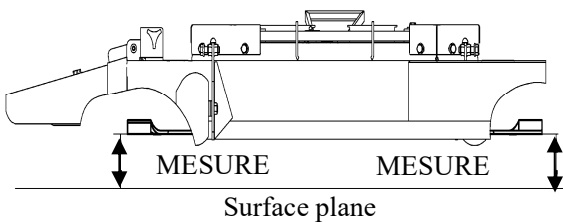
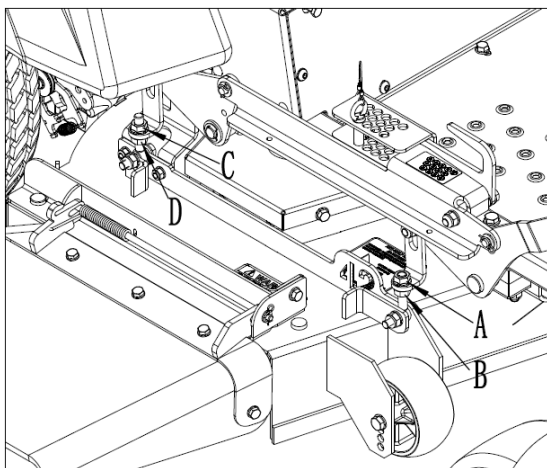

Fig. 17
Fig. 18
- Positionnez la lame gauche d'un côté à l'autre et mesurez de l'extrémité extérieure de la lame à la surface plane (reportez-vous à la Fig. 17).
- Placez l'écrou de réglage de niveau (A) et
l'écrou (B) sur le support de plateau de coupe avant droit (reportez-vous à la Fig. 18).
- Desserrez légèrement l'écrou (B) sur le support du plateau de coupe.
- Ajustez le plateau de coupe vers le haut ou vers le bas selon les besoins pour qu'il corresponde à l'avant droit en tournant l'écrou de réglage du niveau (A) dans le sens des aiguilles d'une montre pour le soulever et dans le sens inverse des aiguilles d'une montre pour l'abaisser.
- Ajustez l'écrou de réglage de niveau (A) jusqu'à ce que les lames des deux côtés soient à la même hauteur au-dessus de la surface.
- Avec les lames de niveau d'un côté à l'autre, serrez fermement l'écrou (B).